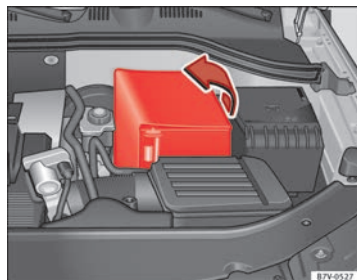

Fig. 176 En el vano motor: Despliegue el manguito de la batería del vehículo.
- En el caso de un manguito: retire la cubierta desplegándola hacia un lado ⇒ fig. 176.